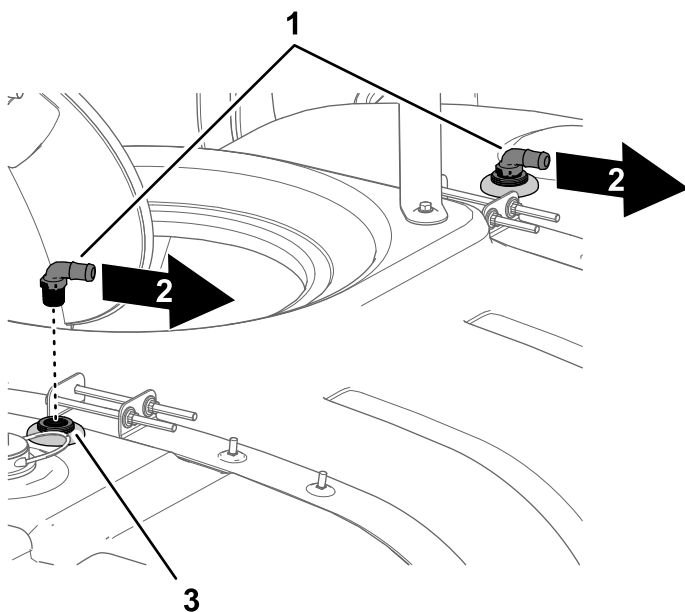

**Figura 22**
- En el orificio de 4,5 cm delantero del depósito de fumigación, repita los pasos 1 a 2 con el otro conjunto de boquilla de enjuague (Figura 22).